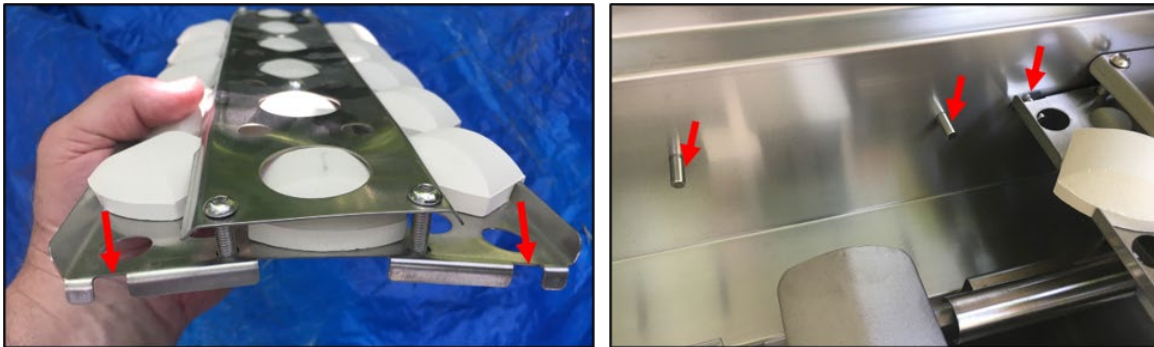

Ilustración 16 Instalar el difusor de calor
3. Coloque cada difusor de calor sobre los pasadores de soporte en cada extremo con la briqueta hacia arriba (Ilustración 16).